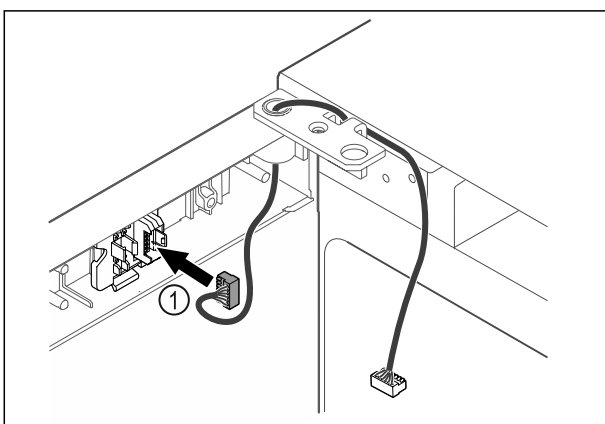

Fig. 59
- Zasuňte zástrčku Fig. 59 (1) do držiaka zástrčky.